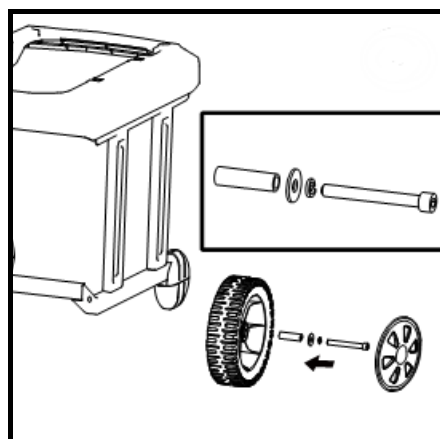

Fig. 6
5. Use a chave de bocas para montar as rodas na estrutura da base usando os dois eixos das rodas, duas arruelas, duas arruelas de mola e dois parafusos. Monte o tampão empurrando-o com a mão. (Fig. 6)